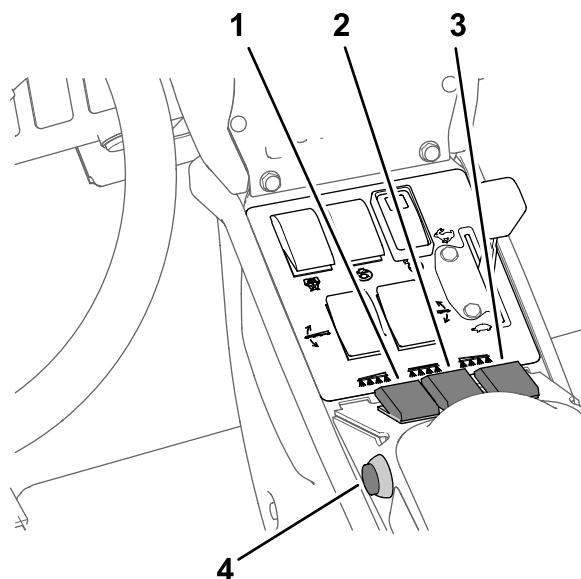

図 32
3. マスターームスイッチをOFFにセットする 図 32 散布率モードでの散布 \(ページ 31\)を参照。
7. 散布したいブームのスイッチをON位置にする 図 32 散布率モードでの散布 \(ページ 31\)を参照。
9. 希望速度で走行し、マスターームスイッチをONにすると散布が始まる 図 32 散布率モードでの散布 \(ページ 31\)を参照。